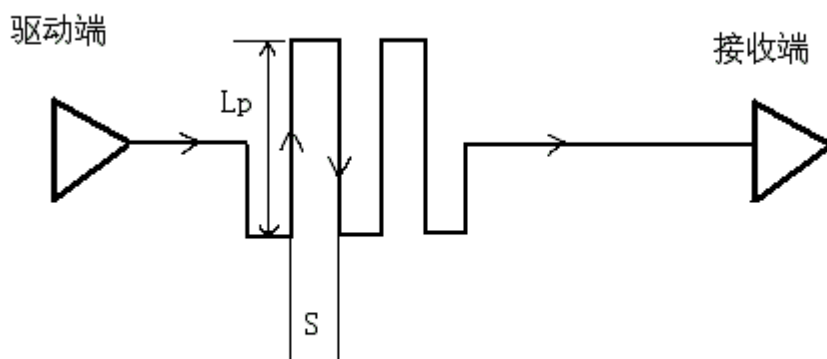

图1-8-21 蛇形走线模型
那么，蛇形线对信号传输有什么影响呢？走线时要注意些什么呢？其中最关键的两个参数就是平行耦合长度 (L_p) 和耦合距离 (S)，如图 1-8-21 所示。很明显，信号在蛇形走线上传输时，相互平行的线段之间会发生耦合，呈差模形式， S 越小， L_p 越大，则耦合程度也越大。可能会导致传输延时减小，以及由于串扰而大大降低信号的质量，其机理可以参考第三章对共模和差模串扰的分析。